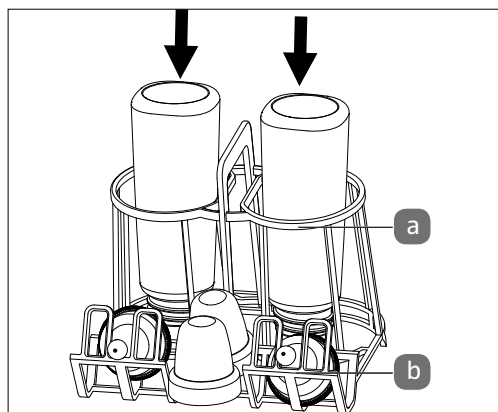

Fig. 5
Per la pulizia dei biberon posizionare l'apposito supporto (8) nel cestello per stoviglie, con l'apertura rivolta verso il basso e infilata nell'apertura del cestello (a) (vedere **Fig. 5**).